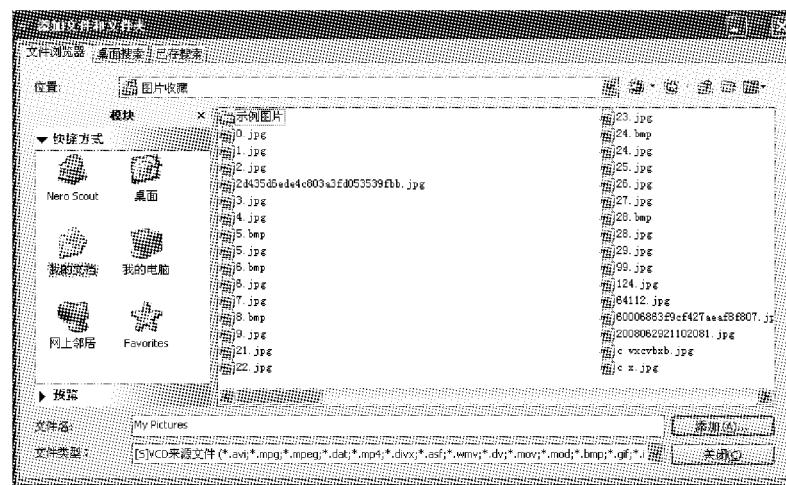

图 3-11 “添加文件和文件夹”对话框
(5) 单击对话框右侧的“添加”按钮，在弹出的“添加文件和文件夹”对话框中，选择要刻录的文件，如图 3-11 所示。